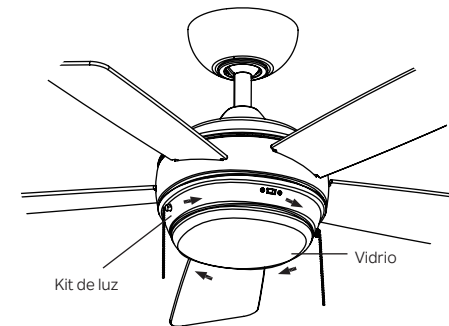

Figura 21
Paso 1. Sujete la pantalla de vidrio al conjunto del kit de luz y gírela en el sentido de las agujas del reloj. No apriete demasiado. (Figura 21)